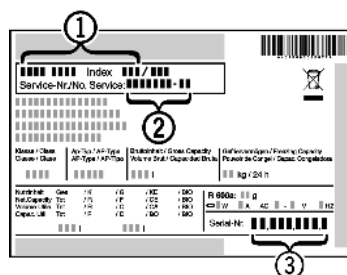

Fig. 43
- ▶ Прочетете от идентификационната табелка означението на уреда *Fig. 43 (1)*, сервизния № *Fig. 43 (2)* и серийния № *Fig. 43 (3)*. Идентификационната табелка се намира на лявата вътрешна стена на уреда.